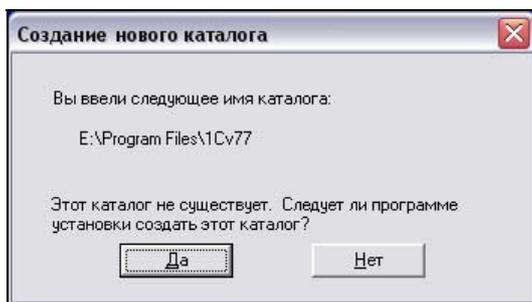

Рис. 1.6. Окно Создание нового каталога
9. Если каталог не существует, будет предложено создать новый (рис. 1.6). Следует ответить кнопку **Да**.